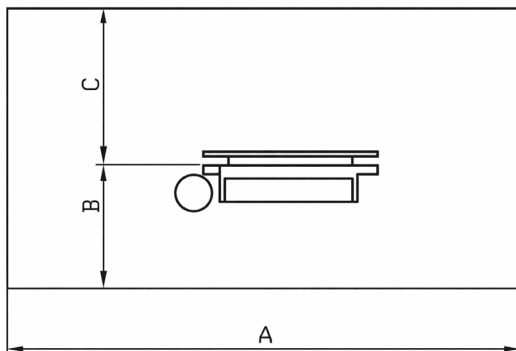

Figura 1
- A posição do operador é mostrada na figura 1. Nesta posição, é fácil e eficiente operar e agir sem intermediários. Toda a área mostrada nas imagens deve ser mantida vazia e limpa para manutenção e operação de máquinas.
- Por favor, considere as dimensões da máquina, a maneira de colocá-la e a maneira de colocar as peças de trabalho. Certifique-se de que haja espaço suficiente para o operador. (Veja a figura 1)